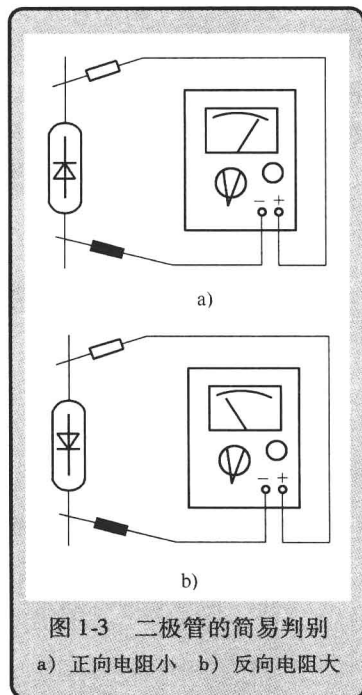

图 1-3 二极管的简易判别
(1) 好坏判别 把指针式万用表电阻档的量程拨到  $R \times 100$  或  $R \times 1k$  档, 将两表棒分别正接或反接在被测二极管的两端, 即可测得大小两个电阻值, 如图 1-3 所示。其中大的是反向电阻, 小的是正向电阻。